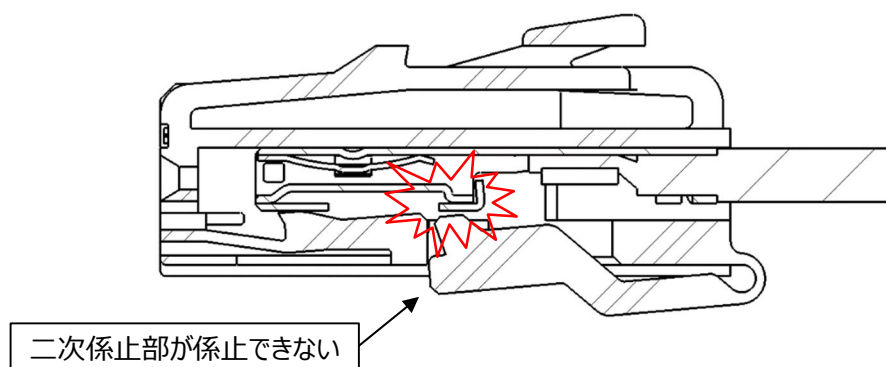

図 29.二次係止部中途挿入状態
③図.29 に示すようにメス端子が中途挿入状態であると二次係止部が装着できません。メス端子を完全に挿入後再度二次係止部を装着して下さい。